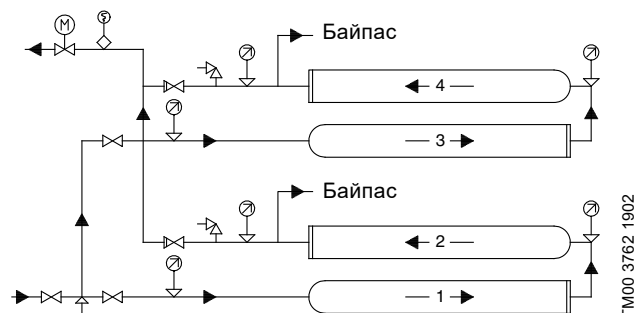

Рис. 8 Система підвищення тиску з двома модулями, з'єднаними послідовно і паралельно, встановленими один над одним
- Для модулів, з'єднаних послідовно і паралельно, встановлених один над одним, рекомендується з'єднати труби, як показано на рис. 8.